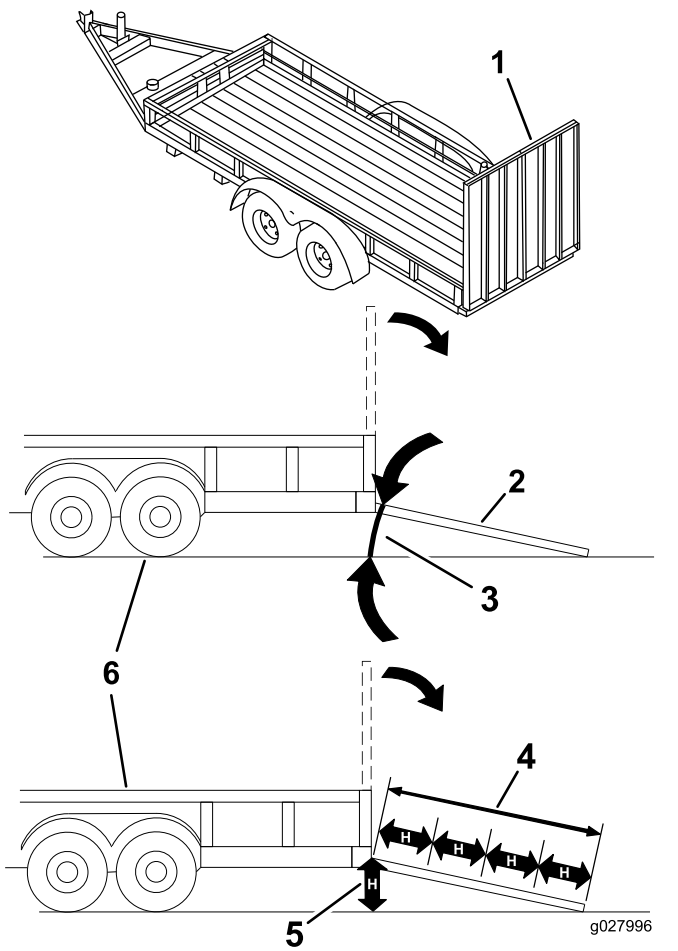

Figure 43
Le chargement de la machine sur une remorque ou un camion augmente le risque de basculement, et donc de blessures graves ou mortelles (Figure 43).
1. Abaissez la rampe pour que l'angle avec le sol ne dépasse pas 15 degrés (Figure 43).